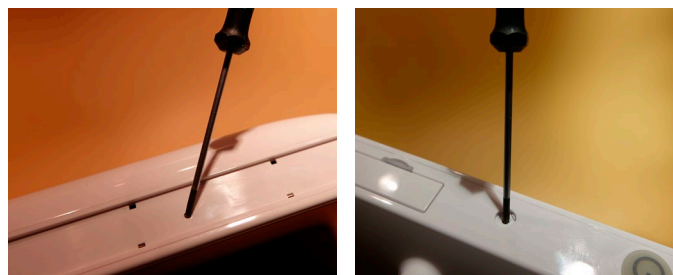

Figura 6 Extracción de los tornillos
- e) **Retire los tornillos situados en los cuatro bordes de la unidad de visualización (Figura 6)**